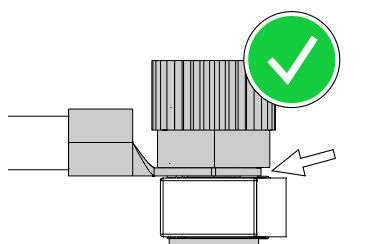
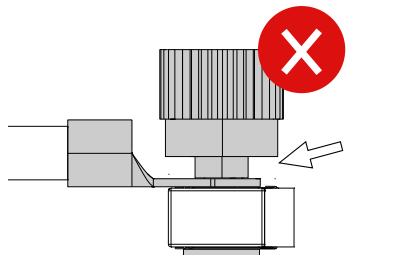

Bild 73. Korrekt montering
Bild 74. Felaktig montering
6. Skruva fast kabelanslutningar och säkring med vredet (4). Kablarna monteras 90° alt. 180° ifrån varandra. Säkringen monteras i rät vinkel mot kablarna, se Bild 73 - Bild 74.